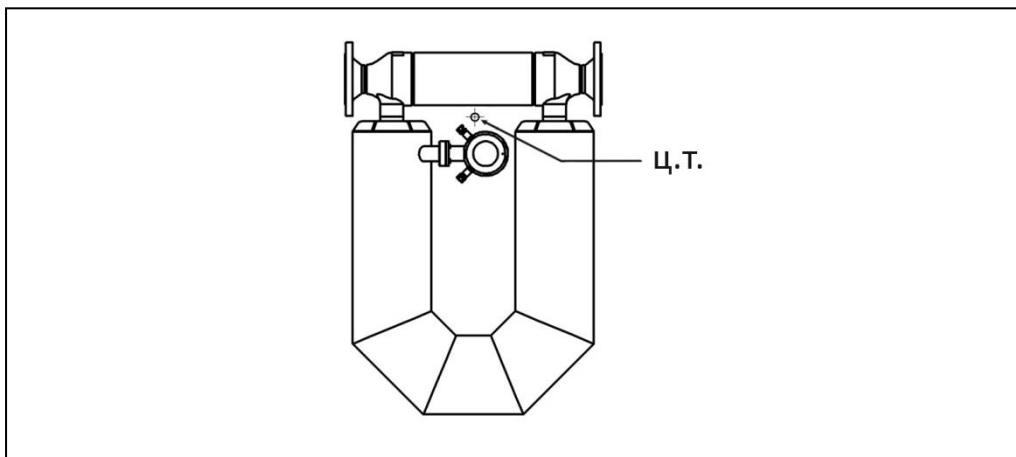

Рис. 7: Стандартный центр тяжести счётчиков.
- Учитывайте положение центра тяжести прибора → Рис. 7